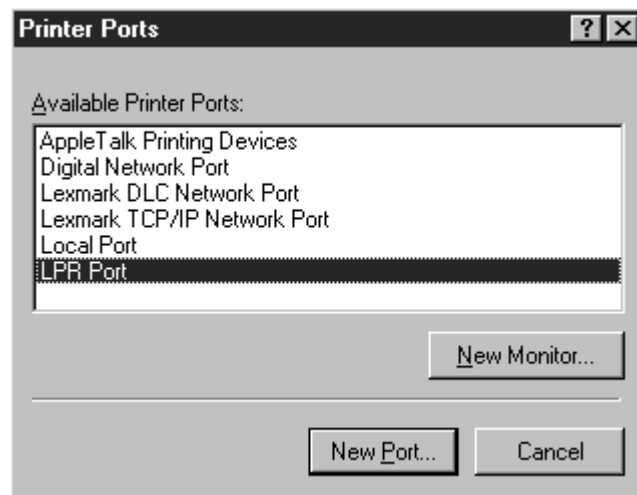

Fig. 4.15 Finestra Printer Ports
4. Fare clic sulla scheda Ports; poi fare clic su Add Port per visualizzare la finestra Printer Ports (fig. 4.15) .